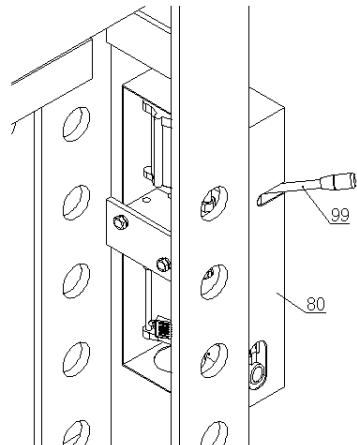

Figura 5
Fijar la palanca de selección (99) a la válvula de control en la unidad de la bomba (80) (vea Figura 5).